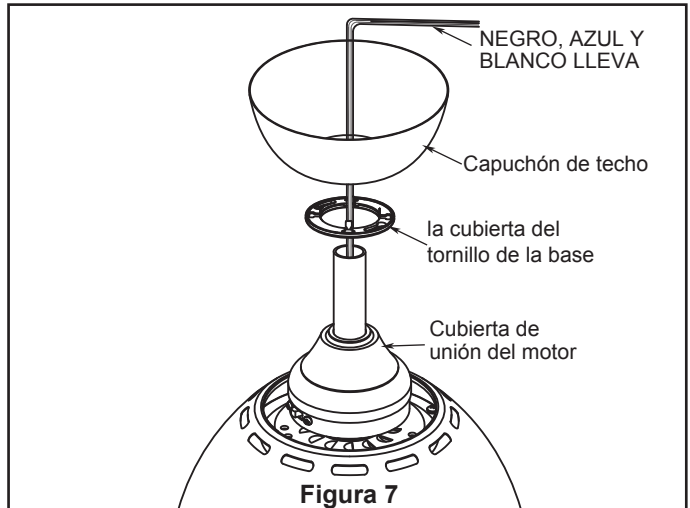

Figura 7
7. Pase los cables a través de la cubierta de unión del motor, la cubierta para el tornillo y el capuchón. (Figura 7)
7. Instale el vidrio para al el unidad del carcasa de anillo mediante los tornillos anteriores. (Figura 7)